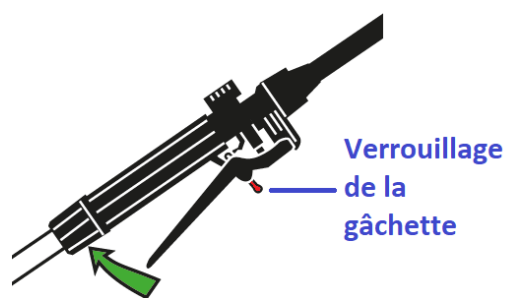

Fig. 4a
- Appuyer sur la gâchette (17) de la poignée (16) pour commencer la pulvérisation. Verrouillez la gâchette par le verrou de gâchette pour une pulvérisation continue. Reportez-vous à la figure 4a.